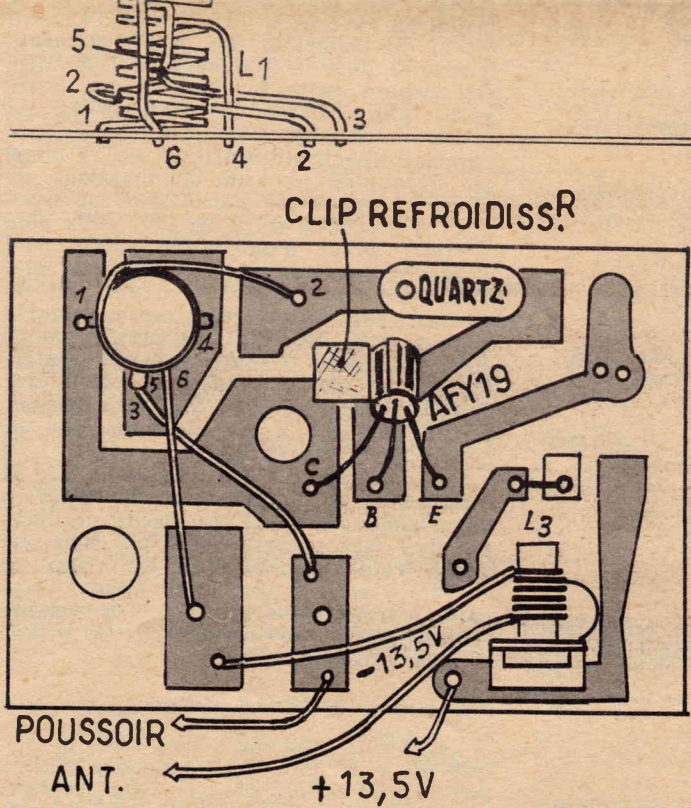
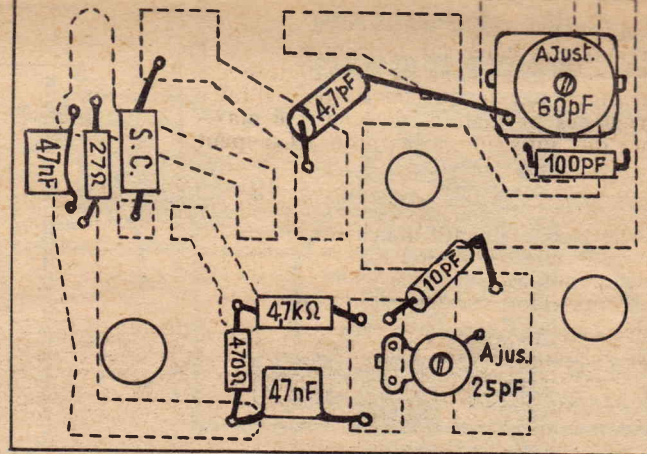

FIG. 5
FIG. 6
L'équipement du circuit imprimé se fait en partie côté cuivre (voir fig. 5) et en partie côté bakélite (fig. 6). On commence par souder côté bakélite les deux conden-
sateurs ajustables. Ensuite, on met en place côté cuivre, la self  $L_1$  en soudant ses extrémités et ses deux prises aux points du circuit imprimé qu'on peut facilement situer sur la figure 5. La self  $L_2$  doit être disposée suivant le même axe que  $L_1$  en respectant un espacement entre les deux de 1 à 2 mm. L'extrémité inférieure de  $L_2$  est soudée sur la prise 3 de  $L_1$  et son extrémité supérieure (6) au point indiqué du circuit imprimé. Du même côté, on soude le support de quartz. La self  $L_3$  est fixée sur le côté cuivre du circuit imprimé par une petite équerre métallique. Une de ses extrémités, après avoir été dénudée, est soudée sur la même connexion imprimée que l'extrémité 6 de  $L_2$ . Plus tard, son autre extrémité sera soudée sur la cosse de l'antenne.
Côté bakélite, on soude aux points indiqués sur la figure 6, la self de choc, les différents condensateurs et les différentes résistances, ce qui, en raison de leur nombre, réduit, ne présente aucune difficulté.